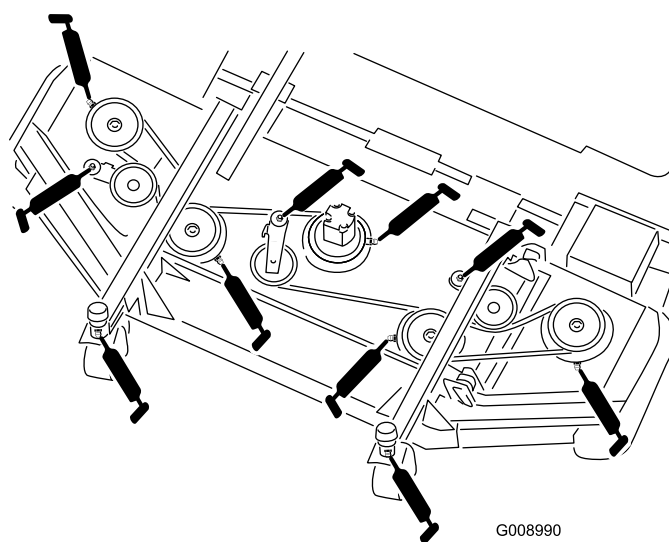

Figure 50
- Bagues d'axe de fourche de roue pivotante (2) (Figure 50)
- Paliers d'axes de pivot (5) (sur la poulie d'axe) (Figure 50)
- Bagues de pivot de bras de poulie de tension (3) (sur l'axe de pivot de poulie de tension) (Figure 50)